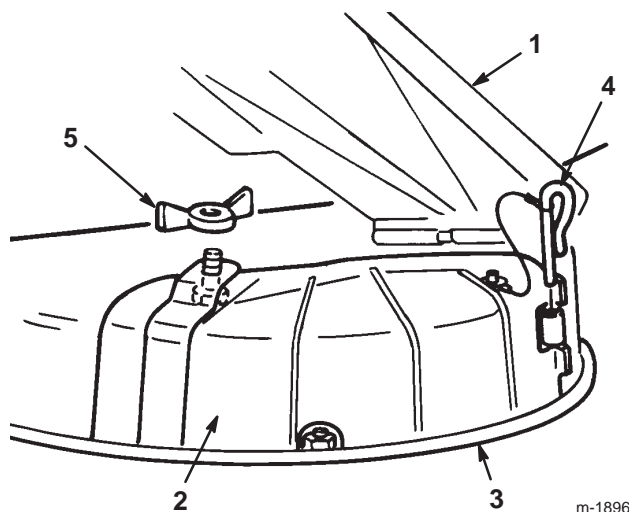

Bild 12
3. Heben Sie das Ablenkblech hoch und legen die Auswurfkanalabdeckung über die Öffnung und auf die untere Lippe des Mähwerks, wobei Sie die Abdeckung gleichzeitig in das vordere Scharnier stecken (Bild 12).
4. Schieben Sie den Scharnierstift durch das Scharnier (Bild 12).
5. Befestigen Sie die Auswurfkanalabdeckung mit der Flügelmutter am Mähwerk (Bild 12).